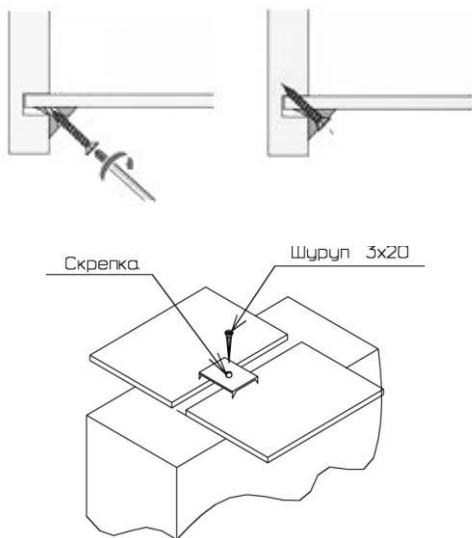

Рис. 3
1. Присоединить планки (37), (38) к перегородкам (36) так, чтобы дюбели стяжек вошли в соответствующие им отверстия. Затянуть эксцентрики, повернув их на 180 градусов.
2. К горизонтальному щиту (34) присоединить перегородки (36) с помощью конфирмат-винтов. Аналогичным образом присоединить перегородку (35) к нижнему щиту (33).
3. Закрепить перегородку (35) к горизонтальному щиту (34) с помощью эксцентриковых стяжек и шкантов. Затянуть эксцентрики, повернув их на 180 градусов.
4. К нижнему щиту (33) присоединить шкантами опорную планку (41).
5. К получившейся конструкции присоединить справа и слева боковые стенки (30), (31), а затем крышку (32) так, чтобы дюбели стяжек и шканты вошли в соответствующие им отверстия. Затянуть эксцентрики, повернув их на 180 градусов.
7. Собранный корпус проверить на прямоугольность, сравнивая диагонали (их длины должны быть равны). Прямоугольное положение корпуса зафиксировать с помощью мебельных уголков с шурупами. Закрепить задние стенки шурупами 3x20 к горизонтальным щитам. Место соединения задних стенок закрепить шурупами 3x20 через скрепки (рис.3, 4).